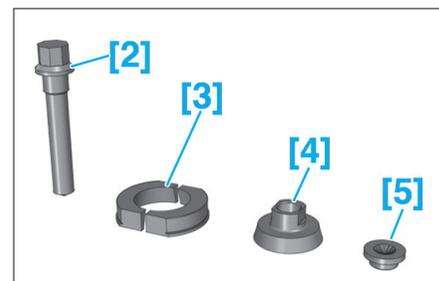

Fig. 28
- [2]. Vis (réf : 9501-T.A) (Fig.28).